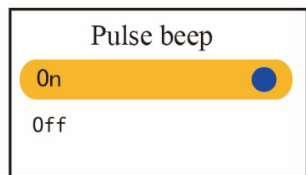

Figura 4.10C Configuración pitido del pulso
- **Pulse beep (pitido del pulso):** Para activar/desactivar el pitido del pulso, el valor predeterminado de fábrica es “On”, como se muestra en la Figura 4.10C. Cuando se activa el sonido general pulsando por un tiempo prolongado la tecla , y el pitido del pulso está configurado en la opción “On”, y cuando no hay ningún evento de límite, entonces se puede oír el sonido de pitido de pulso durante la medición SpO₂.